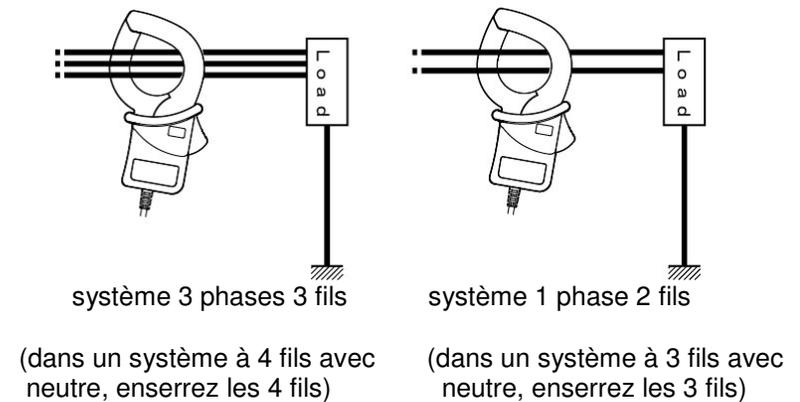

Fig.1 Mesure de courant de fuite déréglé
- (1) Mesure de courant de fuite déréglé (fig. 1): enserrez tous les conducteurs, excepté le conducteur mis à la terre.